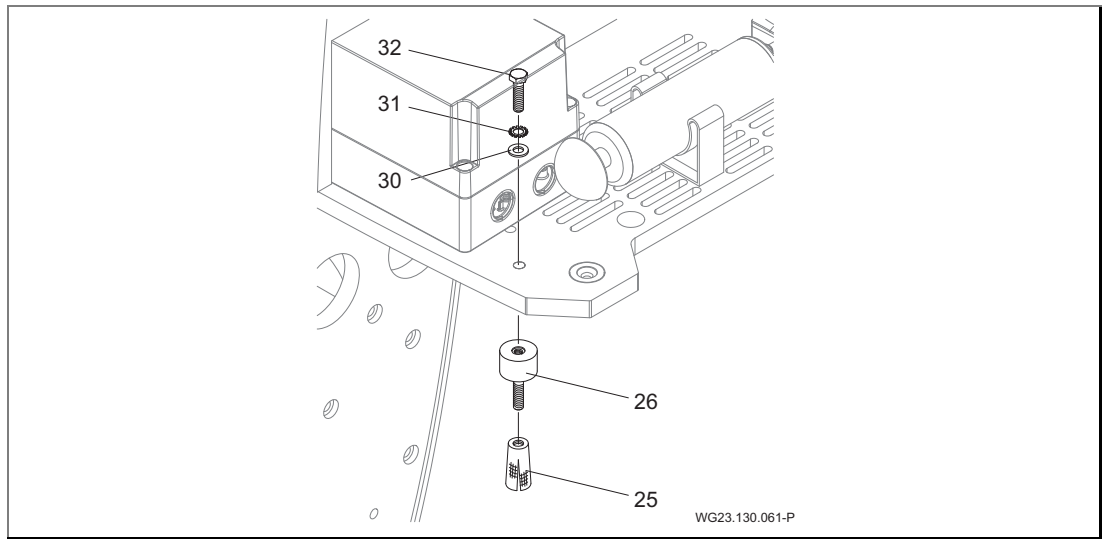
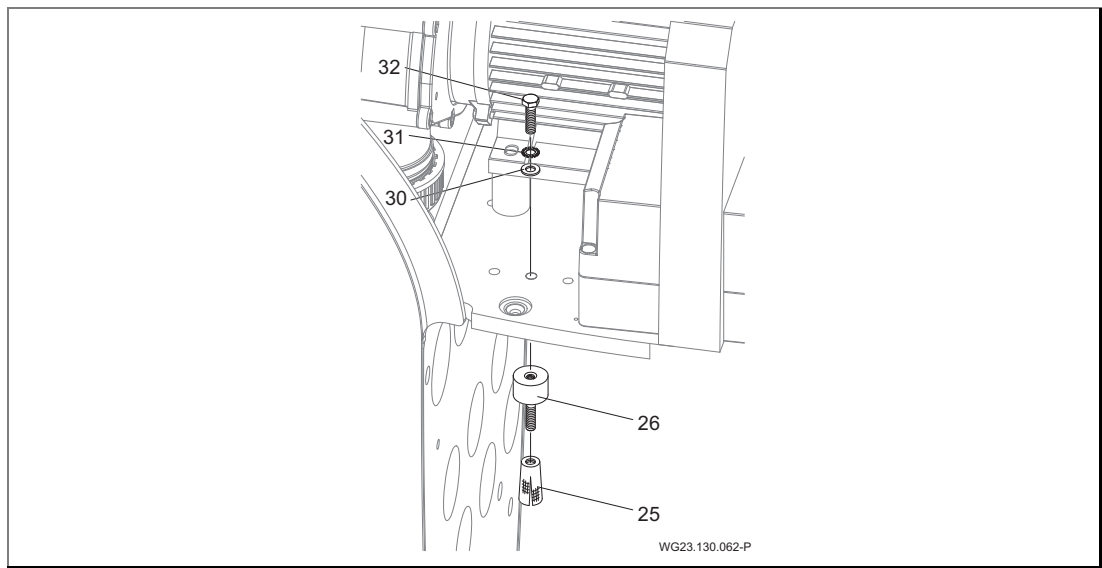

Fig. 6
Fig. 7
- Introduire les chevilles à expansion en laiton (25) visser les coussinets anti oscillation (26). Voir "Fig. 6" et "Fig. 7", page 22.
- Placer l'installation sur les coussinets en caoutchouc et fixer à l'aide des vis hexagonales (32) avec les rondelles dentelées (31) les rondelles (30). Voir "Fig. 6" et "Fig. 7", page 22.